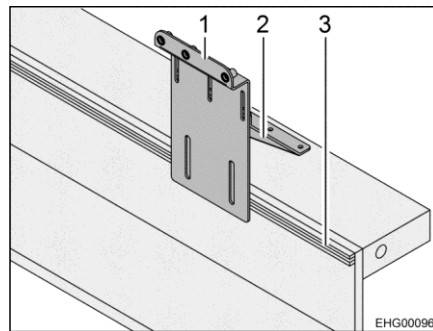

Bild 1 Ersatzradhalterung (an Verzurrschiene)
- Halterung (Bild 1,1) mit beiliegenden Flügelschrauben an Verzurrschiene (Bild 1,3) montieren.
- Winkelblech (Bild 1,2) mit beiliegenden selbstschneidenden Schrauben an Garagenrückwand montieren.